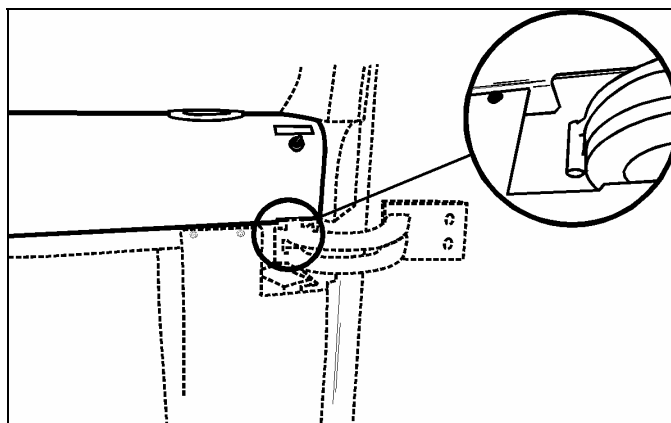
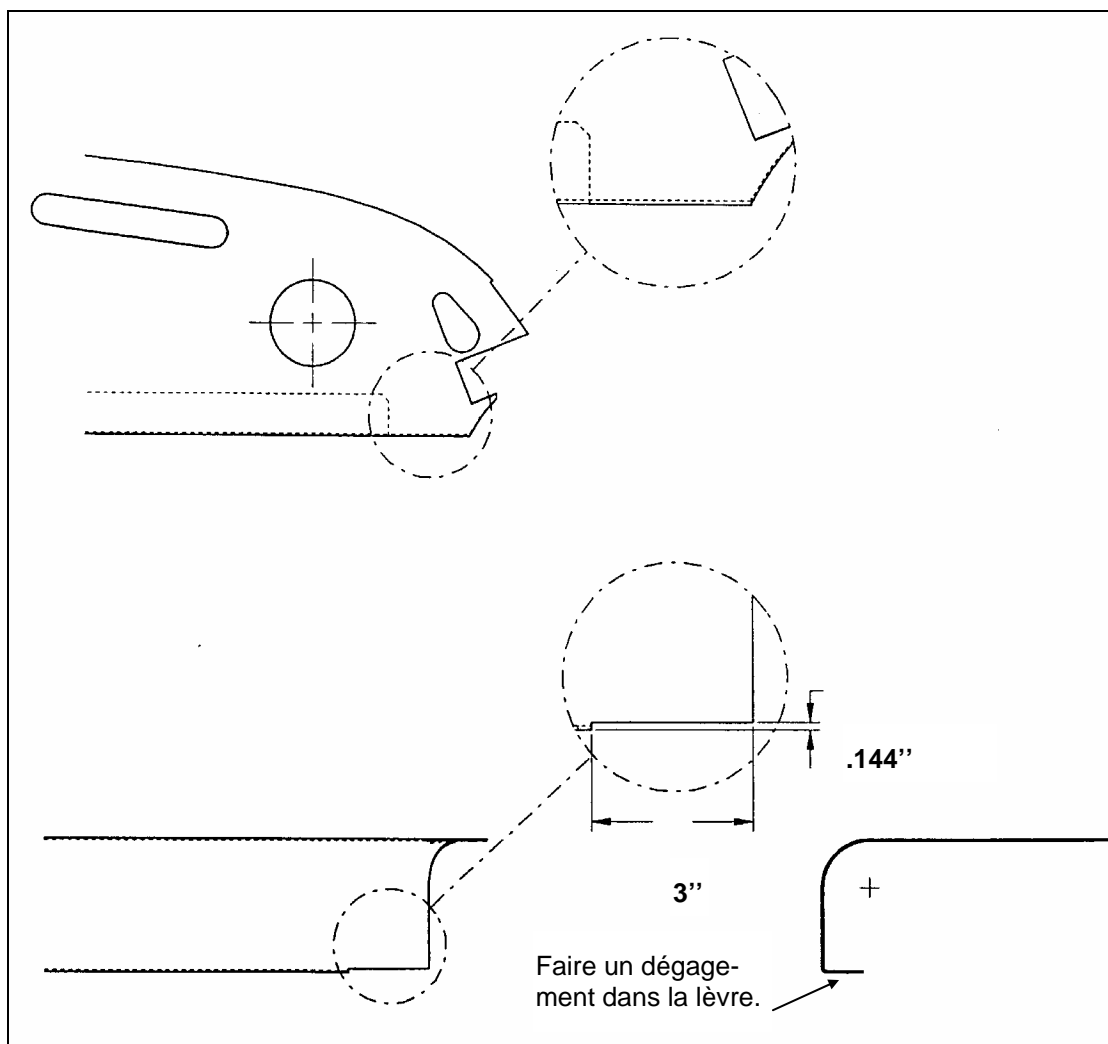

FIGURE 1
FIGURE 2
3. Couper le panneau de bord (Fig. 1) tel que décrit à la Figure 2.